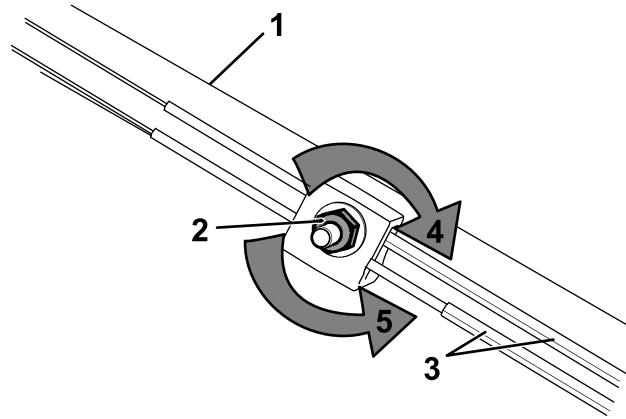

図 31
1. 調整ナットを左に回してケーブルの調整をゆるめる図 31。
2. ケーブル図 31を押し引きして適当な位置に調整できたら、その位置に保持する。